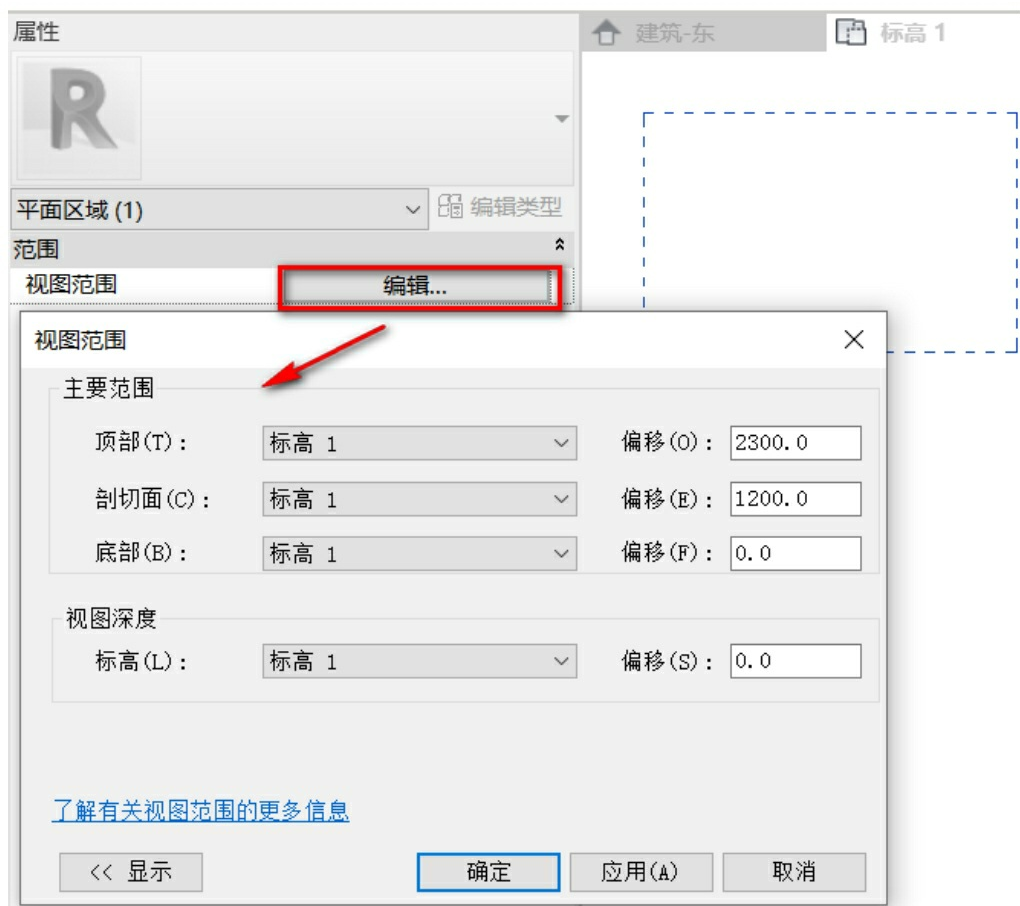

图1-34
(1) 单击功能区中的“视图”选项卡>“创建”面板>“平面视图”下拉列表>“平面区域”工具，进行创建平面区域。
(2) 在“绘制”面板中选择绘制方式进行创建区域，单击“图元”面板中的“平面区域属性”按钮，打开“属性”对话框，如图1-34所示。